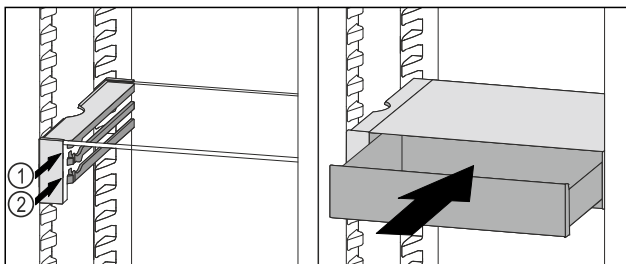

Fig. 170
- ▶ VarioSafe-Schubfach hinter den Stoppern auf gewünschter Rippe Fig. 170 (1) oder Fig. 170 (2) aufsetzen.